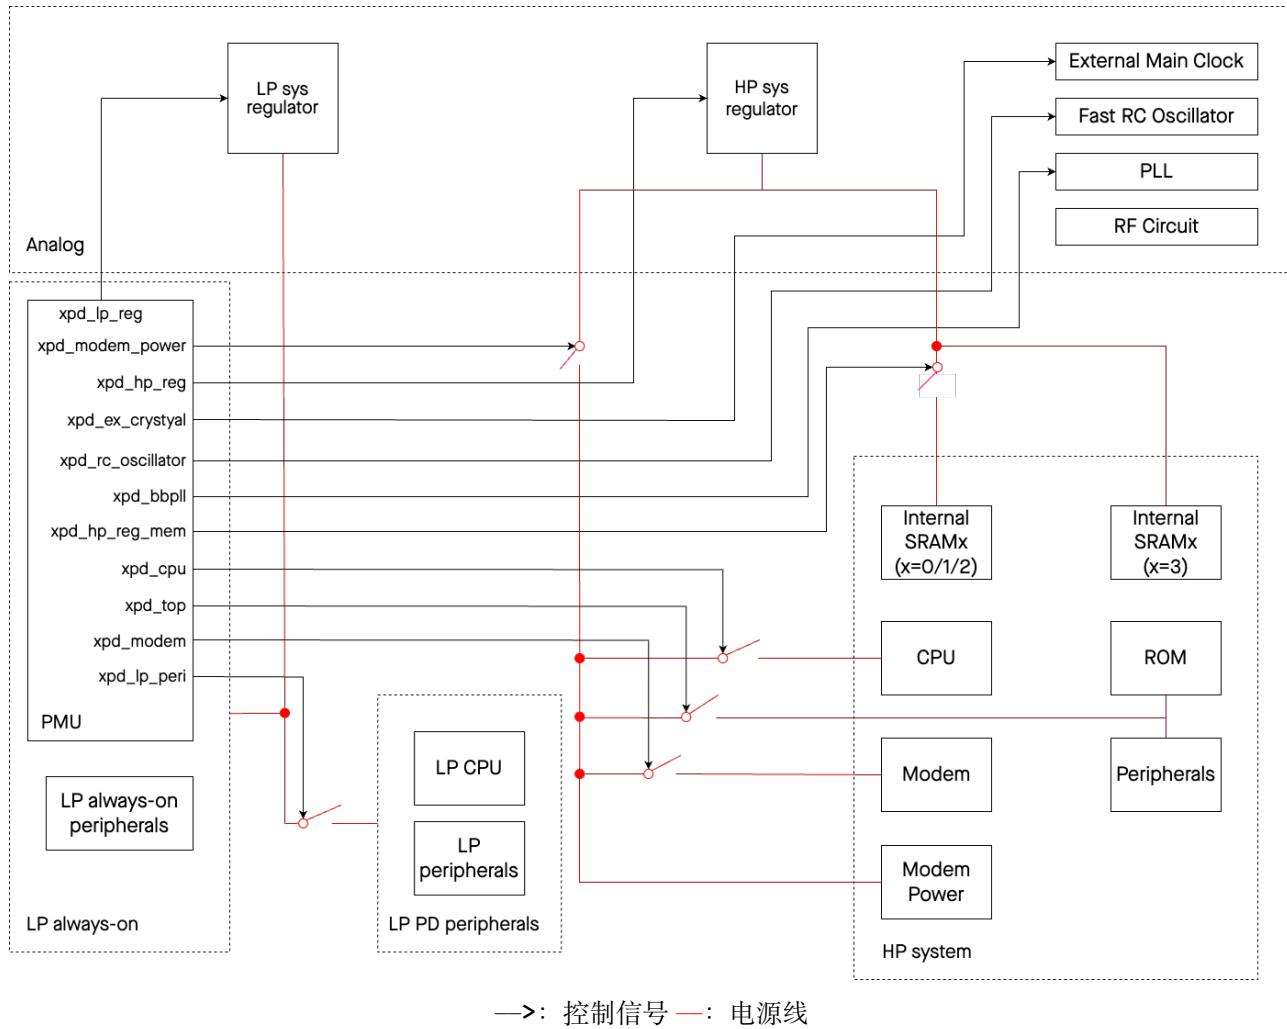

图 12.4-1. ESP32-C6 电源结构
ESP32-C6 的电源结构如图 12.4-1 所示，主要包含了：
如图 12.4-1 所示，ESP32-C6 的模拟部分包含 2 个调压器，负责调节不同电源域的供电：
- Internal SRAMx：细分了 4 个子电源域，如图 12.4-1 所示，SRAM0/1/2 每个都有独立的开关控制供电，SRAM3 与调压器直接连接，无开关控制上下电。
如图 12.4-1 所示，ESP32-C6 的模拟电源域主要包括以下几个，其中 PLL 属于 HP 系统的电源域，其他为 LP 系统的电源域：